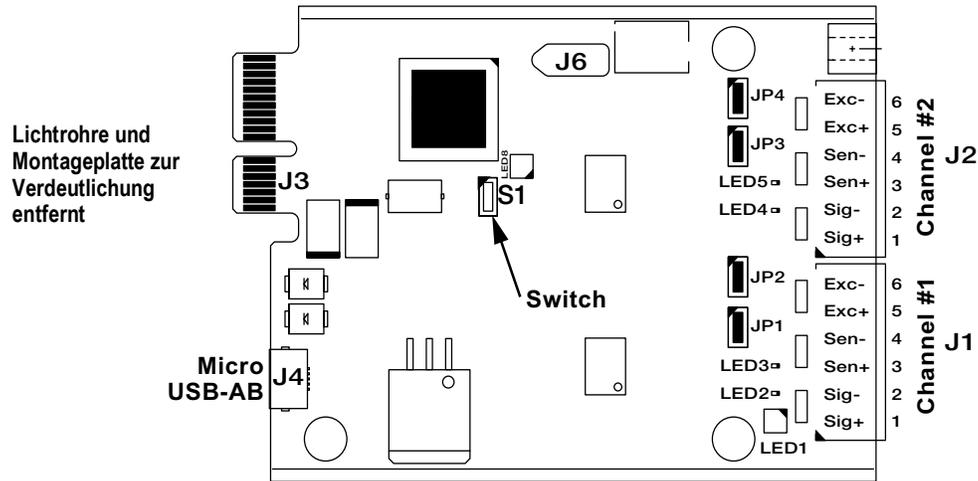

Abbildung 12-6. Einzelne und doppelte A/D-Waagenkarten der ersten Generation
6. Schließen Sie die Waagenkarte mit einem USB-Kabel (mit einem Typ-A-Anschluss an einem und einem Micro-Anschluss am anderen Ende) (siehe Abbildung 12-6) an die CPU-Platine der 1280 an.